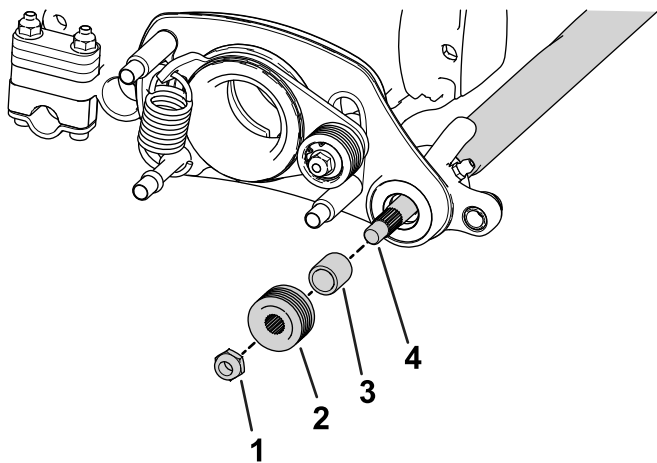

Figure 11
8. Graissez légèrement le moyeu de la poulie menée (Figure 11).
9. Glissez la poulie menée sur l'arbre du groomer (Figure 11).
10. Fixez la poulie à l'arbre avec un contre-écrou à embase (Figure 11) serré à un couple de 23 à 28 N·m.